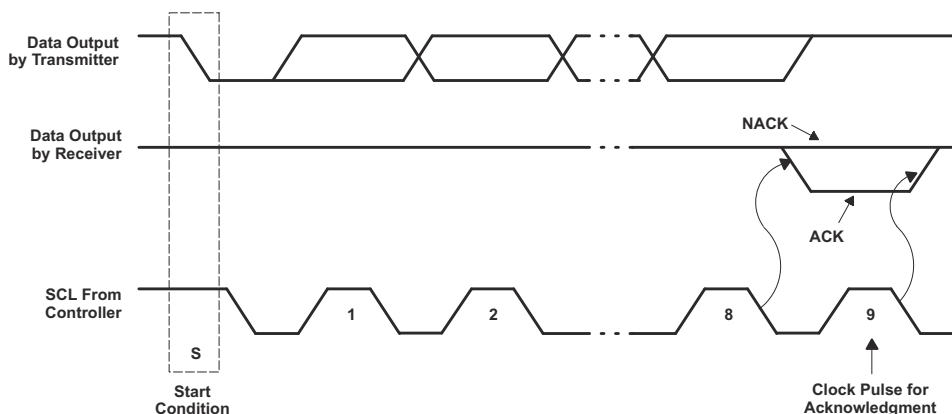

図 7-6. I2C バスのアクノリッジ
**START** 条件と **STOP** 条件の間に、トランスミッタからレシーバへ任意の数のデータ バイトを転送できます。8 ビットの各バイトの後に 1 つの **ACK** ビットが続きます。レシーバが **ACK** ビットを送信する前に、トランスミッタは SDA ラインを解放する必要があります。アクノリッジを行うデバイスは、**ACK** 関連のクロック周期が高レベルパルスのときは SDA ラインが安定して低レベルを維持できるように、**ACK** クロック パルスの間は SDA ラインをプルダウンする必要があります (図 7-6 を参照)。ターゲットのレシーバがアドレス指定されている場合、各バイトを受信した後に **ACK** を生成する必要があります。同様に、コ